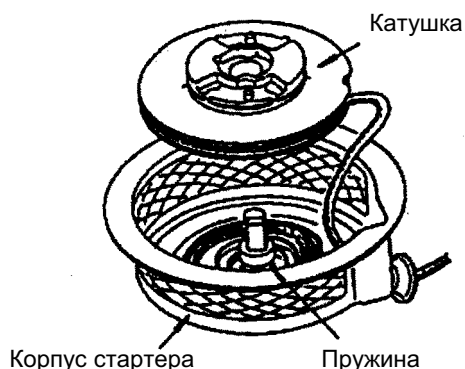

Рис. 10-20
- 4) Вынуть катушку из стартера, как показано на рис. 10-20. Ее необходимо вынимать осторожно, слегка проворачивая влево-вправо для того, чтобы снять конец спиральной пружины с крюка в углублении корпуса. Если спешить со снятием катушки, существует опасность того, что спиральная пружина вылетит и причинит увечье (если такое случится, заправить пружину назад можно при помощи проволочного кольца – этот способ описан в разделах Руководства, описывающих стартеры других моделей двигателей Robins). Последней операцией является снятие шнура, который сначала отделяется от катушки, затем от рукоятки.
- А. Если шнур остается в катушке или наоборот, не сматывается на нее, то это означает, что пружину заедает. В этом случае один или два раза перемотать шнур, как показано на рис. 10-20.